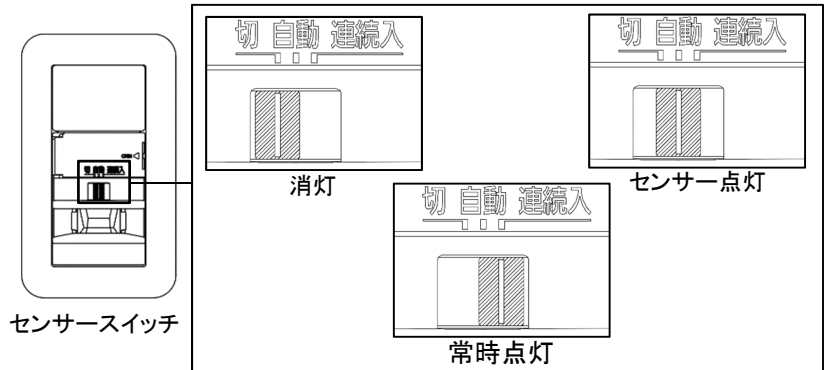

Fig. 7-3 センサースイッチモード切替
- ・壁面にセンサースイッチが取り付けられており、センサー点灯、常時点灯、消灯のモード切替が可能です。(Fig. 7-3) 出荷時はセンサー式となっております。センサーは最終動作検知後 20 分で消灯します。